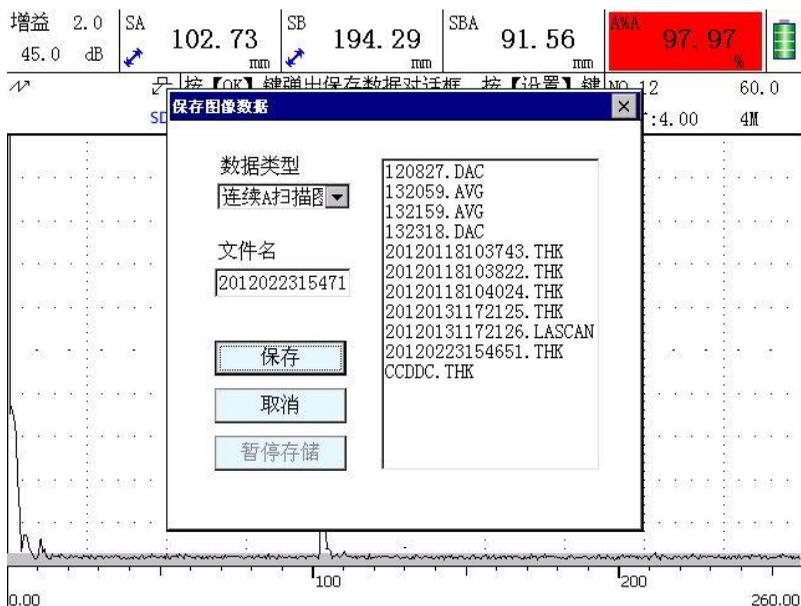

图 4.18 数据保存界面
- 3) 长按【】键，弹出数据保存界面，如图 4.18 所示。
**注意：**若保存数据为 A 扫描动态图像类型，点击保存后数据即开始存储动态采集到的图像，直到再次长按键盘中心【●】确定按钮，弹出数据保存界面点击**暂停存储**后才能够停止保存 A 扫描动态图像。数据连续保存时，测量界面状态显示区域会闪烁符号，显示保存状态，如图 4.18。